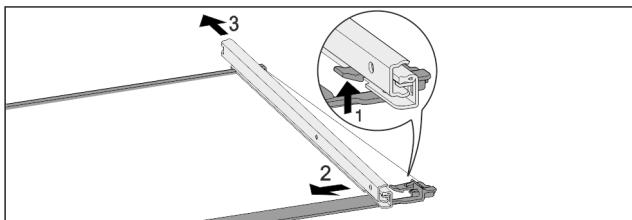

Fig. 120 Steklena plošča z vodili
- Sprednji zaskočni kaveljček potisnite navzgor. Fig. 120 (1)
- Izvlečno vodilo potisnite Fig. 120 (2) na stran Fig. 120 (3) in nazaj.